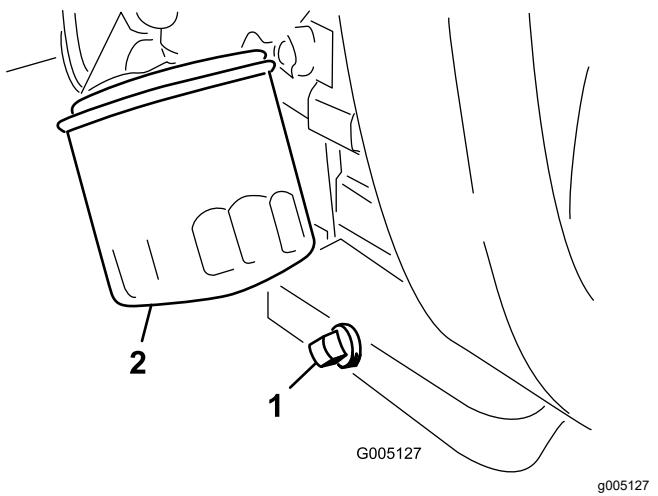

Figure 42
- Retirez le bouchon de vidange (Figure 42) et laissez couler l'huile dans un bac de vidange.
- Nettoyez le filetage du bouchon de vidange, enduisez-le de produit d'étanchéité au PTFE et remettez le bouchon en place (Figure 42).
- Déposez le filtre à huile (Figure 42).